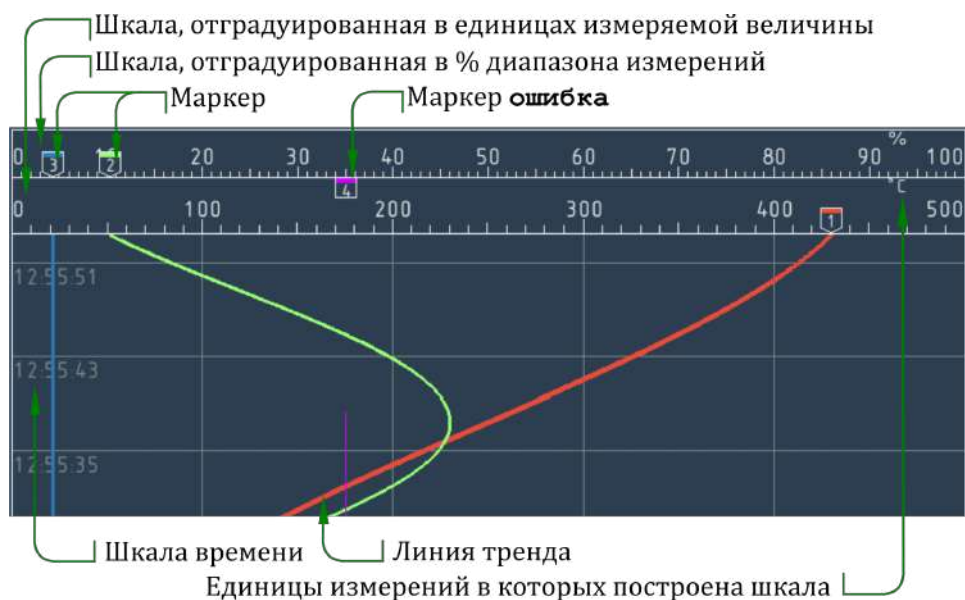

Рисунок 4.12 – окно графика (вертикальная ориентация)
- ▶ вертикально – шкала расположена над областью построения, ось времени ориентирована вертикально (см. рисунок 4.12);
Шкала может быть отградуирована (см. рисунок 4.12):
В качестве указателя текущего значения («маркера») измеряемой величины выступают **"перья"** (см. рисунок 4.12). На соответствие между пером и каналом указывают номер пера и его цвет. Если канал принимает значение **"ошибка"** перо меняет форму и перемещается к верхней кромке шкалы (см. канал 4 на рисунке 4.12).